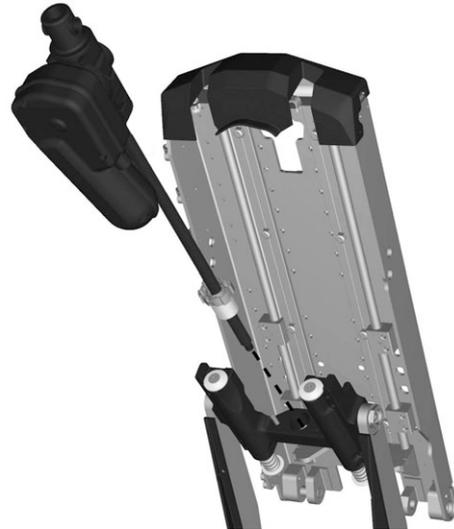

Abbildung 104. Stellvorrichtung vom Schieber montieren, indem man die Mutter festschraubt.
1. Stellvorrichtung vom Schieber montieren, indem man die Mutter vollständig einschraubt. Siehe Abbildung. 104